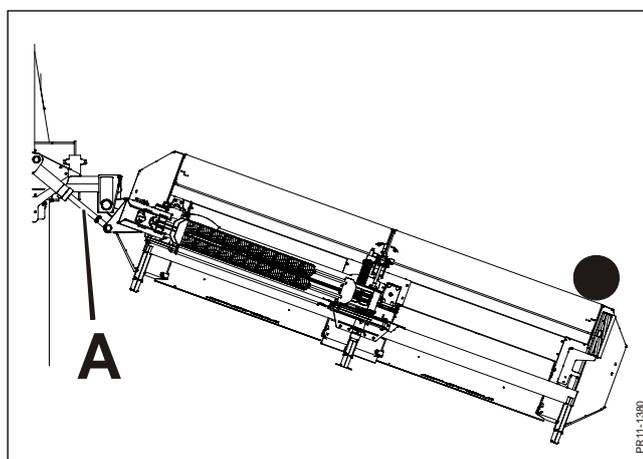

Abb. 3-11
**Abb. 3-11** Außer dem JF-STOLL-Top-Safe-Prinzip gibt es auch eine hydraulische Anfahrtsicherung, die das Schneidwerk bei Zusammenstößen nach hinten schwenkt. Wenn das passiert, muss man den Schwenkzylinder **A** aktivieren, damit das Schneidwerk wieder in die korrekte Position kommt. **Nicht rückwärts mit der Maschine fahren.**